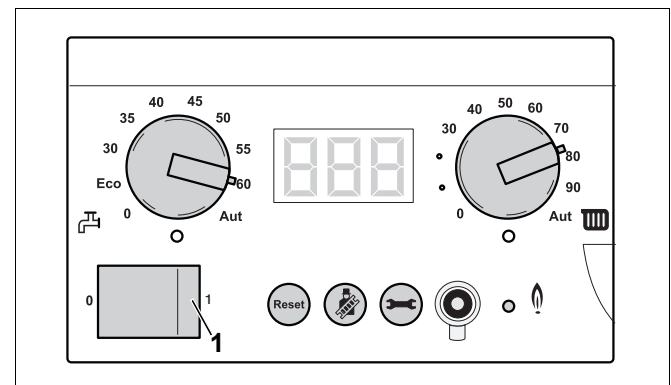

Fig. 96 Controler de bază BC10
- Opriți instalația de încălzire cu comutatorul de funcționare al lui BC10 (fig. 96, poz. 1). Prin aceasta arzătorul este deconectat în mod automat.
- Opiți instalația de încălzire cu comutatorul de funcționare al controlerului de bază BC10 (fig. 96).